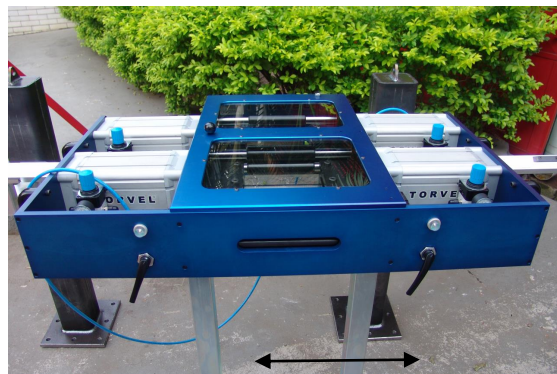

Fig. 1
- 1- Posicionar o EDGE DEBURRING na direção da bobina à ser trabalhada, Fig.1;